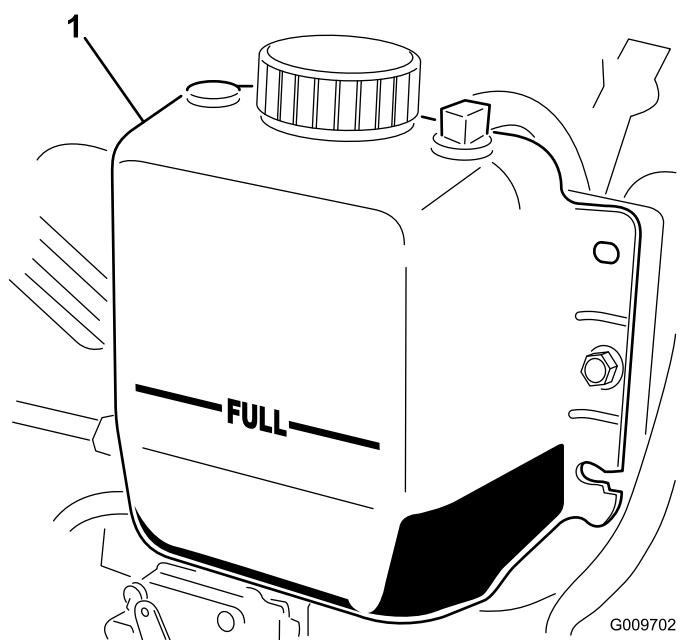

図 84
- ラジエーター内部の液量を点検する。ラジエーターは補給口の首の部分まで、補助タンクはFULLマークまであれば適正です 図 84。